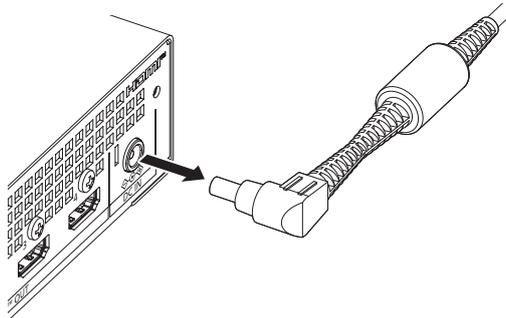

Figura 2
2) Retire la clavija (Figura 2).